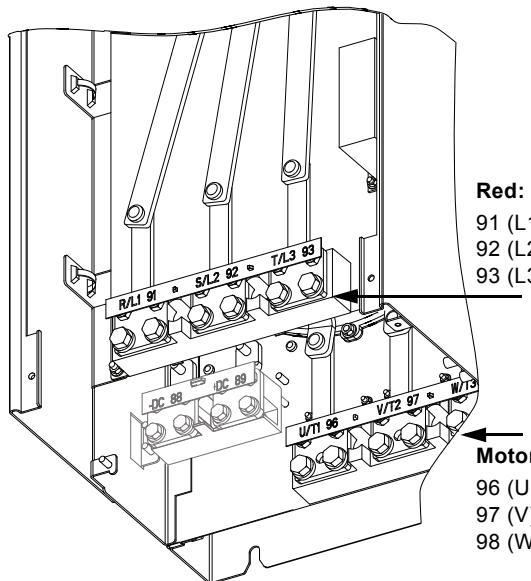

Fig. 15 Conexión de motor y red
2. Conectar los conductores del motor a los terminales 96 (U), 97 (V), 98 (W). Ver fig. 15.
2. Conectar los conductores de red a los terminales 91 (L1), 92 (L2), 93 (L3). Ver fig. 15.